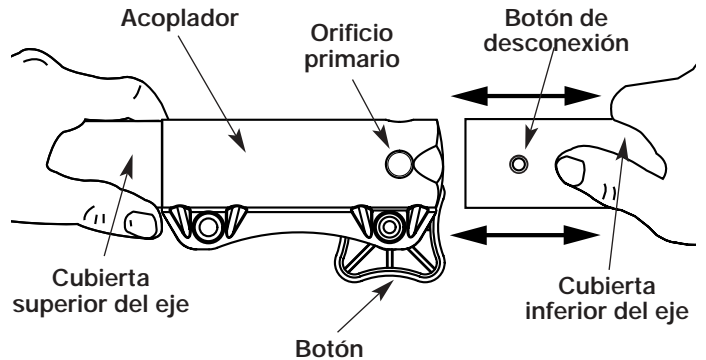

Fig. 2
3. Mientras sostiene con firmeza el bastidor del eje superior, tire del accesorio de jardín hacia afuera del acoplador (Fig. 2).
3. Mientras sostiene el accesorio con firmeza, empújelo en línea recta en el acoplador (Fig. 2).